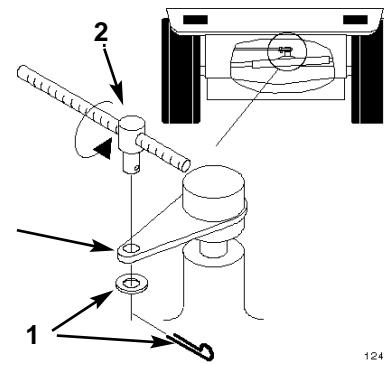

Fig. 26
La leva del freno è situata sopra l'asse di trasmissione (Fig. 26). Se il freno a mano non tiene con sicurezza è necessario regolarlo.
3. Per mettere a punto il freno, togliete la coppiglia e la rondella dalla leva del freno (Fig. 26).
4. Girate la traversa d'attacco in modo che scorra agevolmente nella leva del freno (Fig. 26).
la rondella e la coppiglia (Fig. 26).